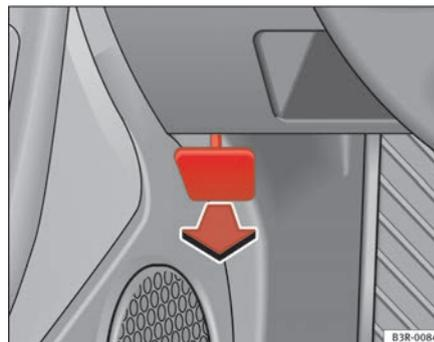

Fig. 162 Détail du plancher côté conducteur : levier d'ouverture du capot-moteur
- Tirez le levier situé sous le tableau de bord dans le sens de la flèche ⇒ **fig. 162**.